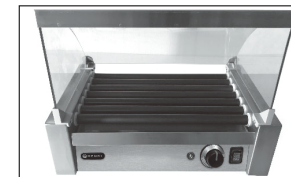

Figura 1
- 1) Mettersi di fronte al pannello di controllo del rullo per salsicce. Vedi figura 1.